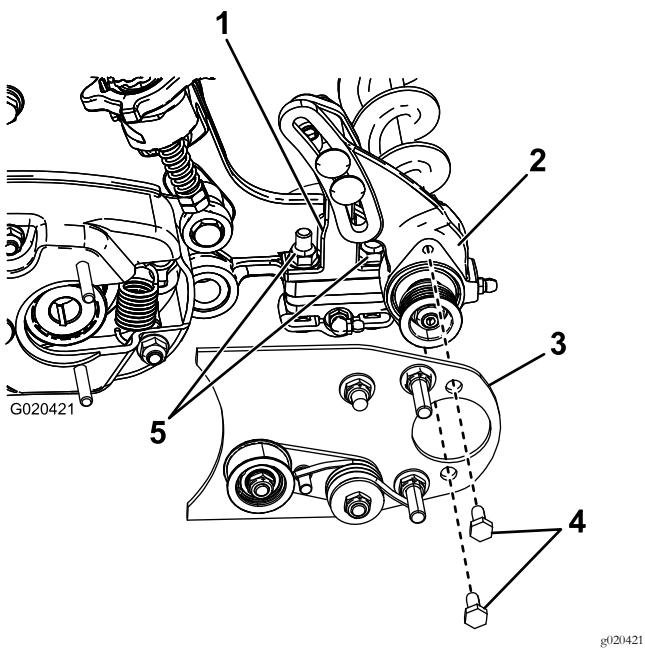

Figure 7
- Appliquez du Loctite 242 (bleu) sur les 2 boulons (5/16" x 5/8") et utilisez ceux-ci pour fixer la plaque de la brosse de rouleau au logement de roulement (Figure 7).